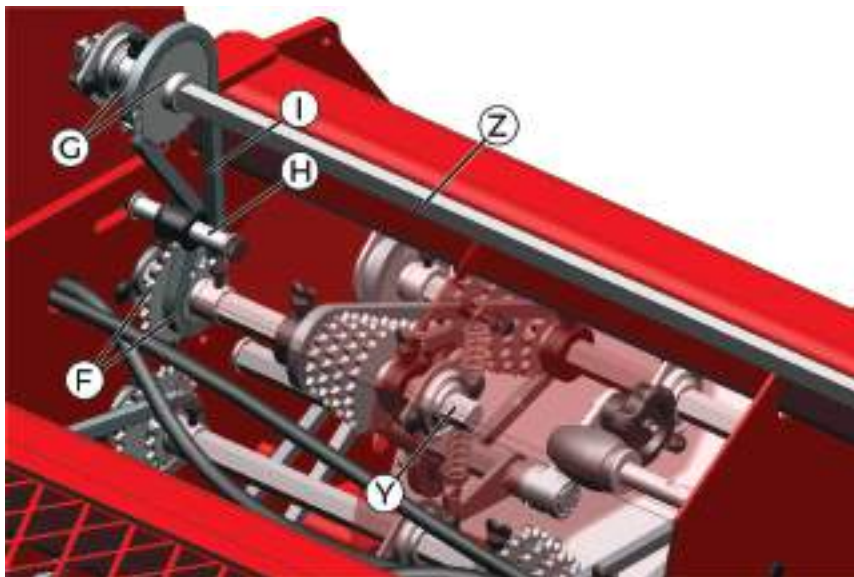

fig. 37
Na lateral interna (fig. 37), realize o recâmbio entre as rodas dentadas Z24 e Z14 (F) do eixo “Y” com as rodas dentadas Z14 e Z24 (G) do eixo dos dosadores “Z”. Afrouxe o esticador (H) da corrente (I) para reposiciona-la na combinação entre as dentadas.